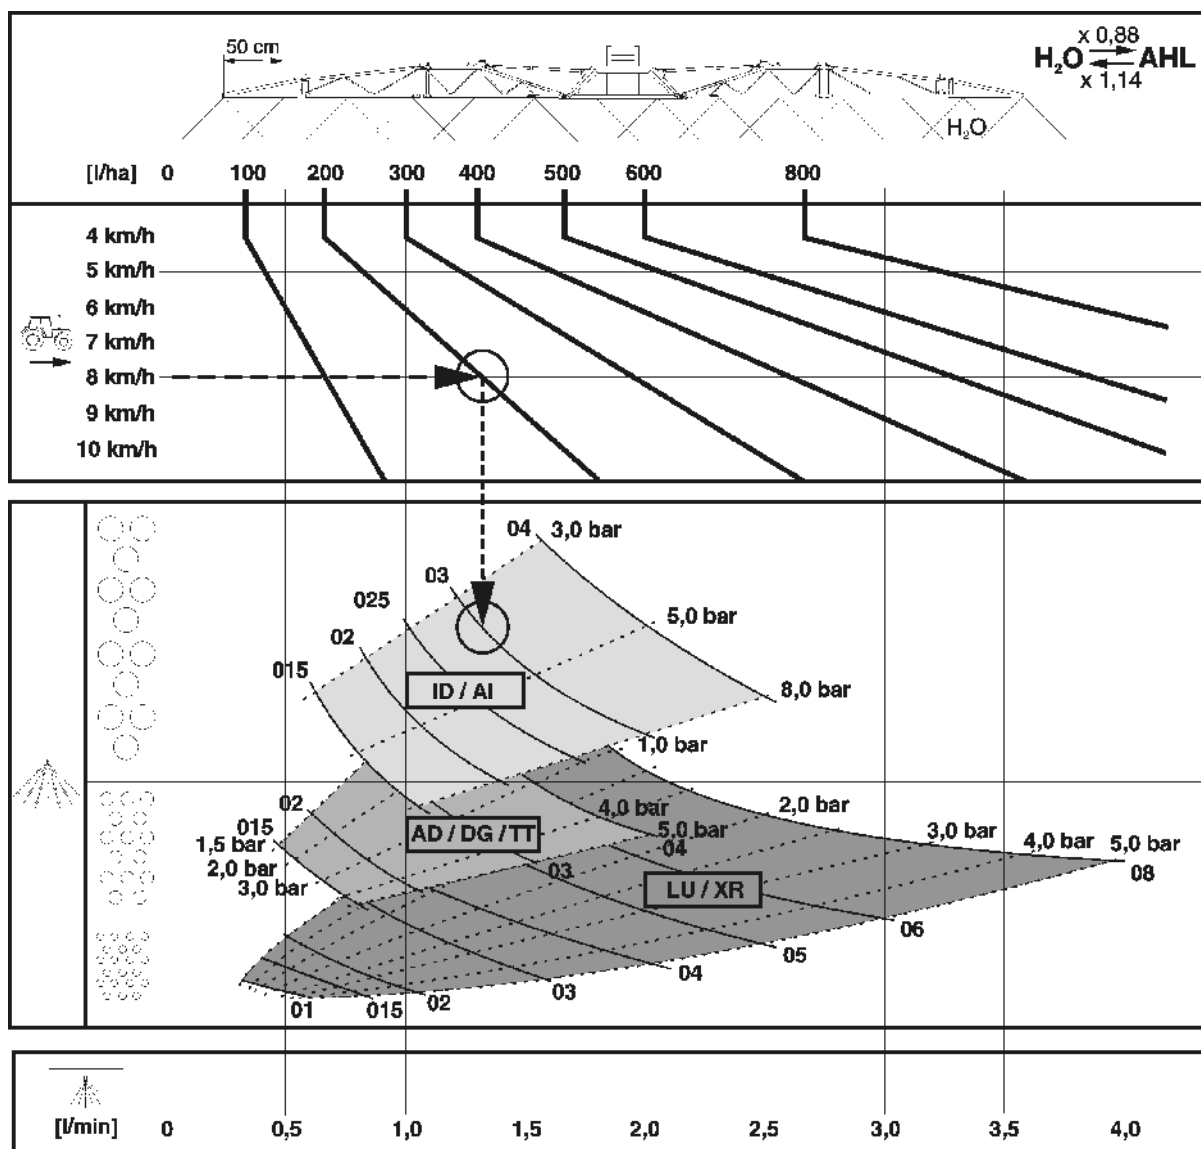

Fig. 182
- Fig. 182 anvendes til at finde den egnede dysetype. Dysetypen skal bestemmes ud fra